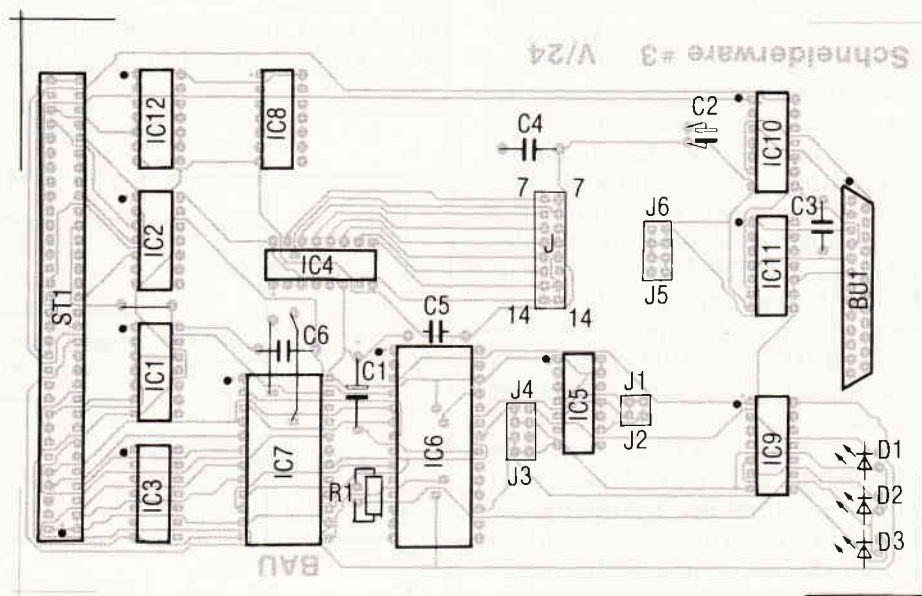

Bild 1: der korrekte Bestückungsplan der V/24 aus Heft 8/86.
Bild 1 zeigt Ihnen die Spannungsform einer Wechselspannung (Sinuskurve) sowie die einer Gleichspannung mittels eines Diagramms. Die CPCs und unsere Erweiterungen arbeiten jedoch ausschließlich mit Gleichspannung. Wir müssen nun den Strom dazu bewegen, nur in eine Richtung fließen zu wollen. Wir brauchen ein Bauelement, das wie ein Ventil wirkt, d.h. dem Strom in der einen Richtung einen sehr geringen und in der anderen Richtung einen sehr hohen Widerstand entgegensetzt. Ein solches Bauteil ist eine Diode. Mit der Diode "RICHTET" man die mittels Transformatoren auf erträgliche Werte (220V --> z.B. 5V) herabgesetzte Wechselspannung gleich. Hier gibt es vielerlei Methoden, um solche Schaltungen zu realisieren. Einige sind Ihnen in Bild 1 wiedergegeben. Für das Universalnetzteil sind nur die Brücken- und die Mittelpunktsschaltung von Interesse, da wir sie im
Netzteil anwenden wollen. Die gleichgerichteten Spannungsverläufe sind bei beiden Arten annähernd gleich, wie Sie aus Bild 1 ersehen können. Aber wie eine Gleichspannung sieht das Ganze noch nicht aus. Wir müssen die Einbrüche, die noch sehr an eine Sinuskurve erinnern, verschwinden lassen. Das macht man mit einem Kondensator, dessen Größe Sie mit Hilfe einer Faustformel leicht errechnen können. Pro entnommenem Ampere sollte die Kapazität des "LADEKONDENSATORS" 2000 μF (Farad=Einheit der Kapazität) betragen. Unser Netzteil ist nun mit Werten von $3 \times 4700 \mu\text{F} = 14100 \mu\text{F}$ mehr als ausreichend dimensioniert. Belasten wir nun die so gewonnene Gleichspannung mit einem Widerstand oder schließen unseren CPC daran an, so würde die Höhe der Spannung absinken, weil die Aufladeperioden des Ladekondensators immer kürzer würden und er bei zunehmender Stromentnahme (kleiner werdender Wider-
Weiterhin wurde auf der Bestellkarte des Platinenservice der Preis für das Verbindungskabel 464/664 verdreht: statt DM 39,50 muß es natürlich richtig heißen: DM 35,90. Wir sind ganz geknickt und geloben Besserung. Den korrekten Bestückungsplan zeigt Bild 1. (ME)